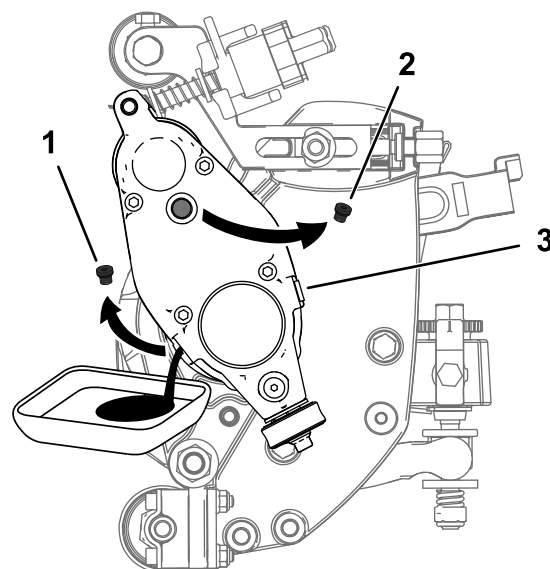

Рисунок 31
5. Наклоните режущий блок, установив его в вертикальное положение так, чтобы сливное отверстие было внизу и чтобы можно было обеспечить полный слив (Рисунок 31).